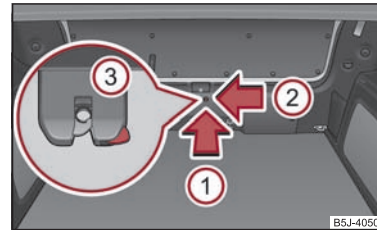

Abb. 29 Notentriegelung der Gepäckraumklappe
- Führen sie in die Öffnung in der Verkleidung in Pfeilrichtung ① → Abb. 29 einen Schraubenzieher oder ein ähnliches Werkzeug bis zum Anschlag ein.
- Entsichern Sie das Schloss ③ unter der Verkleidung in Pfeilrichtung ②.